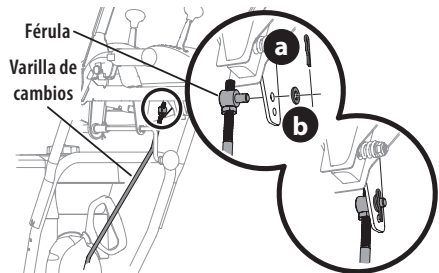

Figura 32
- Extraiga el pasador de chaveta (a) y la arandela (b) de la férula que está en el extremo de la varilla de cambios (Figura 32, recuadro).
10. Inserte la férula en el orificio superior de la palanca de cambios y sujétela con el pasador de chaveta (a) y la arandela (b) que extrajo en el Paso 8 (Figura 32). Es posible que sea necesario ajustar la férula hacia arriba o abajo.